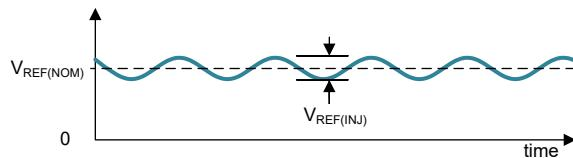

图 2-4. 施加到 V_{REF} 以进行抑制测试的波形
- AWG 注入调制基准电压，其中 $V_{REF(NOM)} = 3V$ ， $V_{REF(INJ)} = 300mVpp$ (正弦波) (图 2-4)